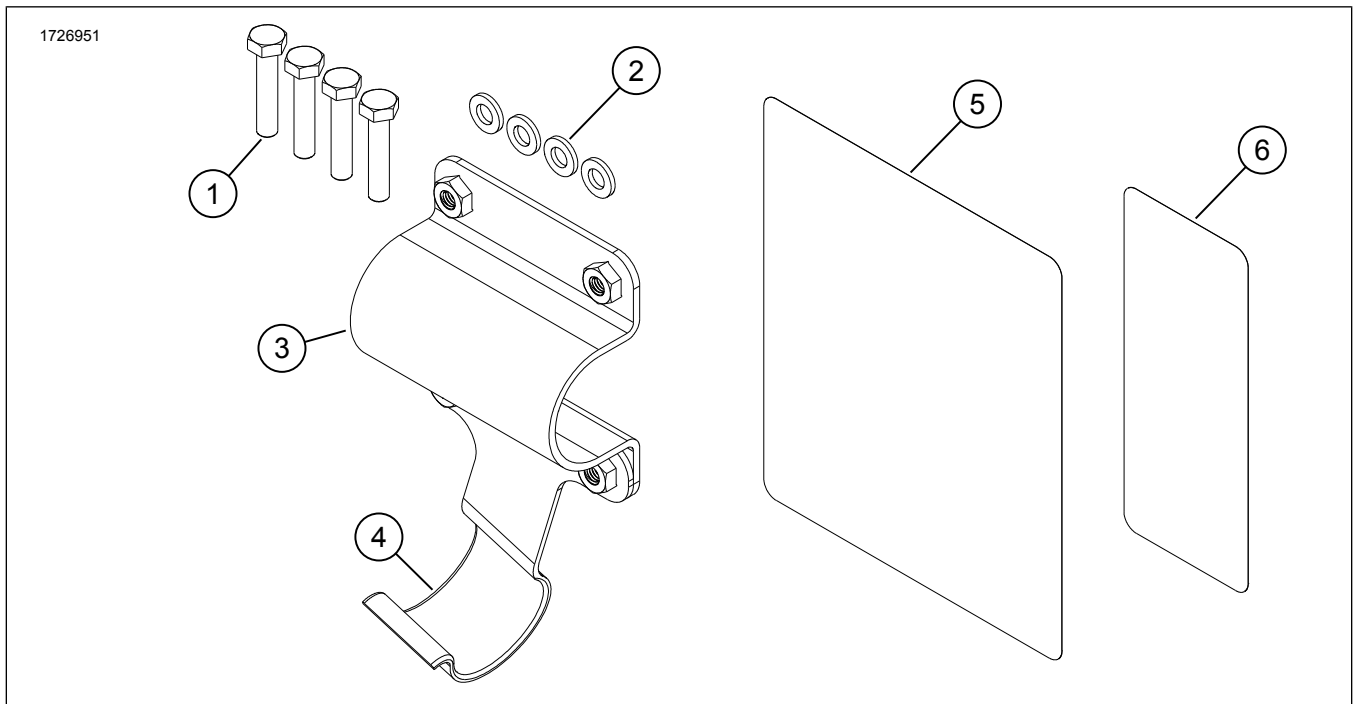

Figure 1. Contenu du kit : Support de montage de sacoches de bras oscillant d'un seul côté
1. Voir la figure 1. Installer du ruban protecteur (5, 6) sur le bras oscillant.